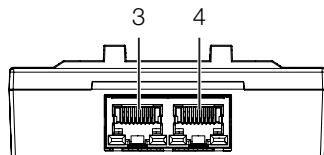

Abb. 13: Rückseite des Temperatur-Sensors
- Verbinden Sie den Temperatur-Sensor über ein CAN-Bus-Verbindungskabel mit einer CAN-Bus-Schnittstelle des Rittal Embedded Device bzw. der benachbarten Komponente im CAN-Bus (Abb. 13, Pos. 3, 4).
- Schließen Sie ggf. an der zweiten, freien CAN-Bus-Schnittstelle des Temperatur-Sensors (Abb. 13, Pos. 3, 4) eine weitere Komponente an (z. B. einen anderen Sensorotyp).